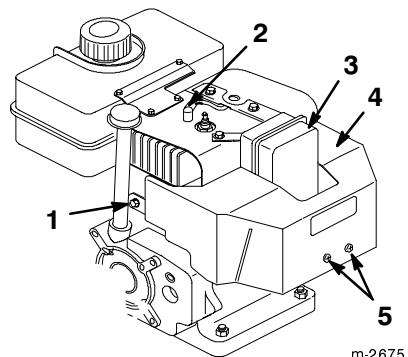

Figure 25
Avant d'utiliser la déneigeuse par une température extérieure supérieure ou égale à 4°C, déposez la boîte de chauffage (Fig. 25).
1. Débranchez la bougie et éloignez le capuchon pour éviter tout risque de contact accidentel (Fig. 25).
4. Retirez les deux vis Phillips, les deux vis à tête hexagonale et la rondelle-frein qui fixent la boîte de chauffage en position (Fig. 25).
8. Rebranchez la bougie (Fig. 25).